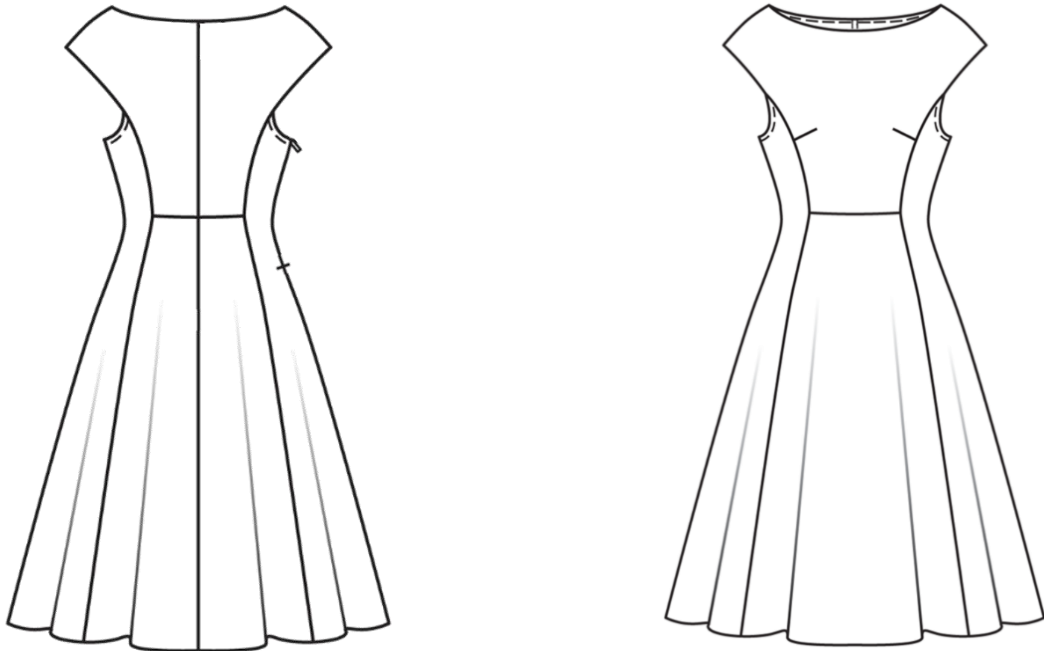
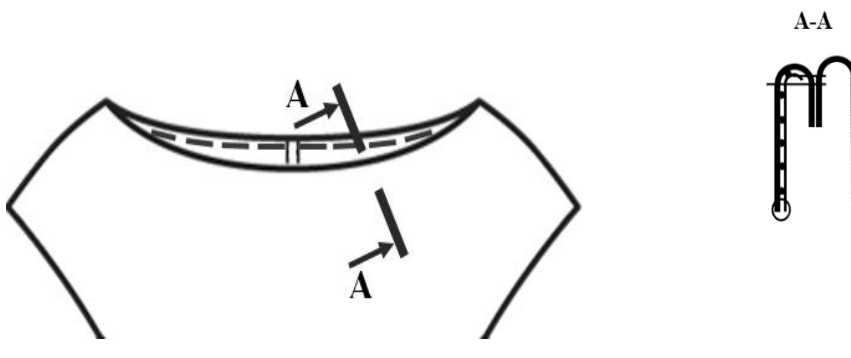

Рис. 1
Рис. 2
- 9** Изучите технический эскиз летнего платья (рис.1) и условное обозначение разреза, демонстрирующего технологию обработки горловины (рис. 2), и выполните задания.